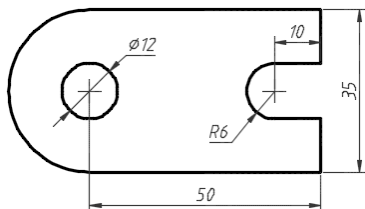

图 6-73 已有的图形及尺寸标注
- 1) 打开配套光盘中的“尺寸公差创建.dwg”文件，已有的图形及尺寸标注如图 6-73 所示。